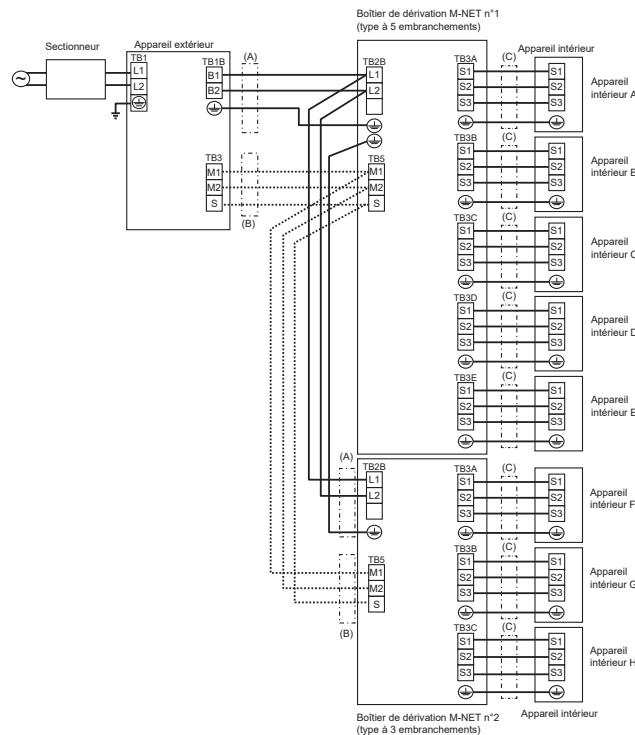

Fig. 8-9
- 4) Raccordez fermement chaque fil sur le bornier approprié. (Fig. 8-9)
8.4. Procédure de câblage externe (Fig. 8-9)